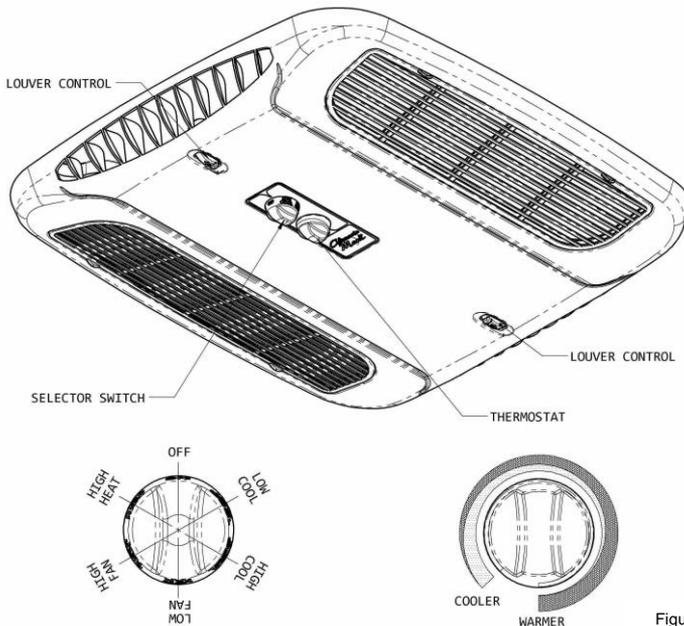

Figure 1
- A. Le sélecteur – le sélecteur détermine le mode de fonctionnement du pompe à chaleur. En le tournant, l'opérateur peut obtenir toutes les fonctions du système voulues. Celles-ci varient selon les options de l'unité du toit et du plafond. Le figure 1 illustrents l'emplacement du sélecteur et énumèrents toutes les fonctions disponibles par modèle.
I. Pour le refroidissement (se reporter aux figure 1, page 20).
IV. Pour Chauffer d'Opération (reportez-vous aux figure 1, p 20).
V. Pour la circulation d'air seulement (se reporter aux figure 1, page 20).